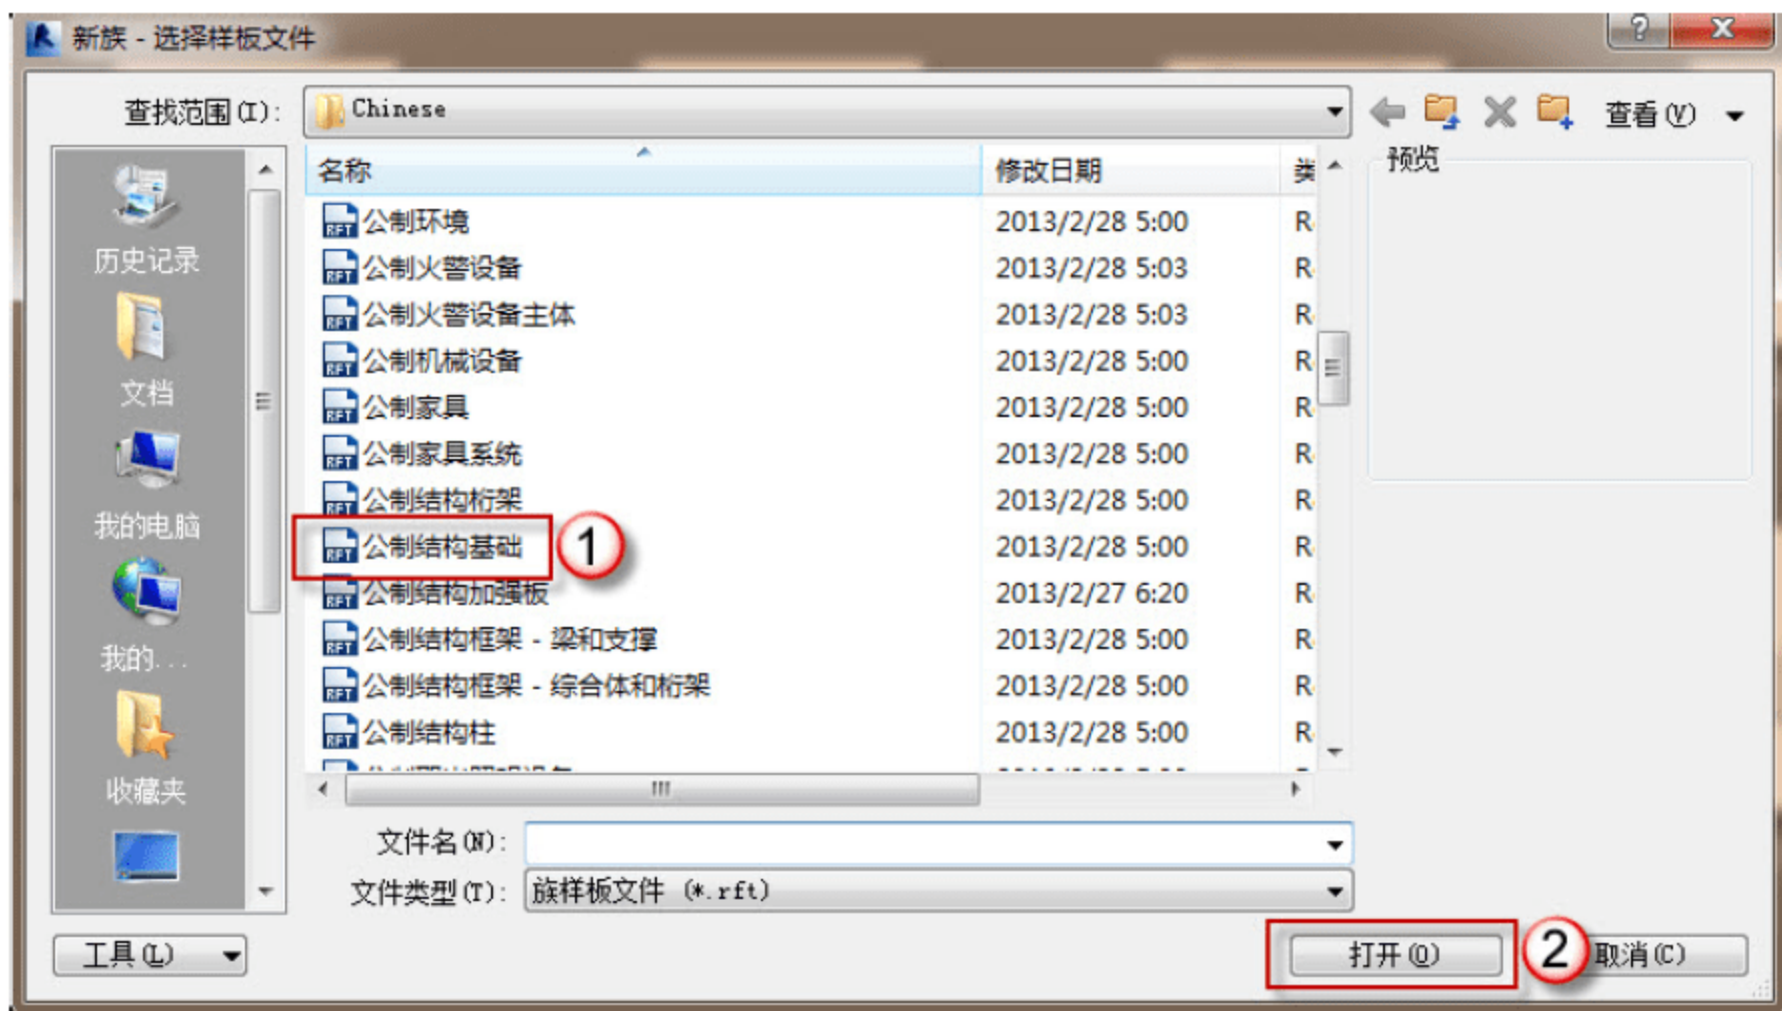

图 2.1.14 新建族
(1) 新建族。选择“新建”→“族”命令，在弹出的“新族-选择样板文件”对话框中，选择“公制结构基础”选项，单击“打开”按钮，如图 2.1.14 所示。